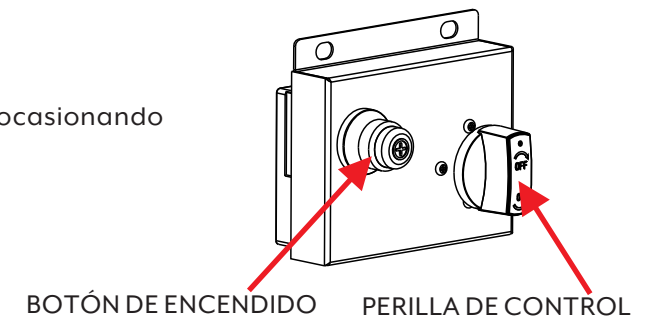

Figura 7
4. Ajuste la llama a la llama deseada con el botón de control. Ver la Figura 7.